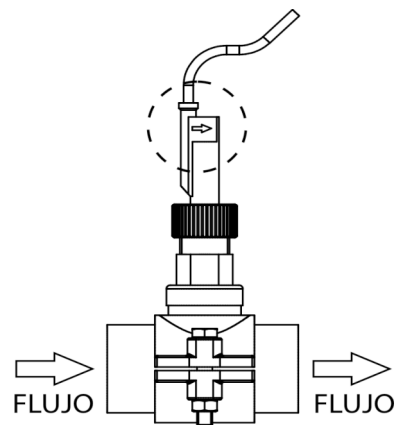

Fig. 9-3
3. Existe una flecha marcada en la cabeza del detector de flujo. Asegúrese que la flecha esté paralela al eje de la tubería y apunta a la dirección del flujo de agua (Fig. 9-3).